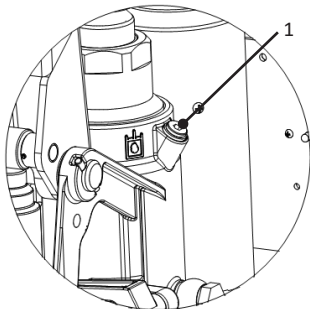

Fig. 19
1. Individuare il foro di riempimento dell'olio (1). (Fig. 19)